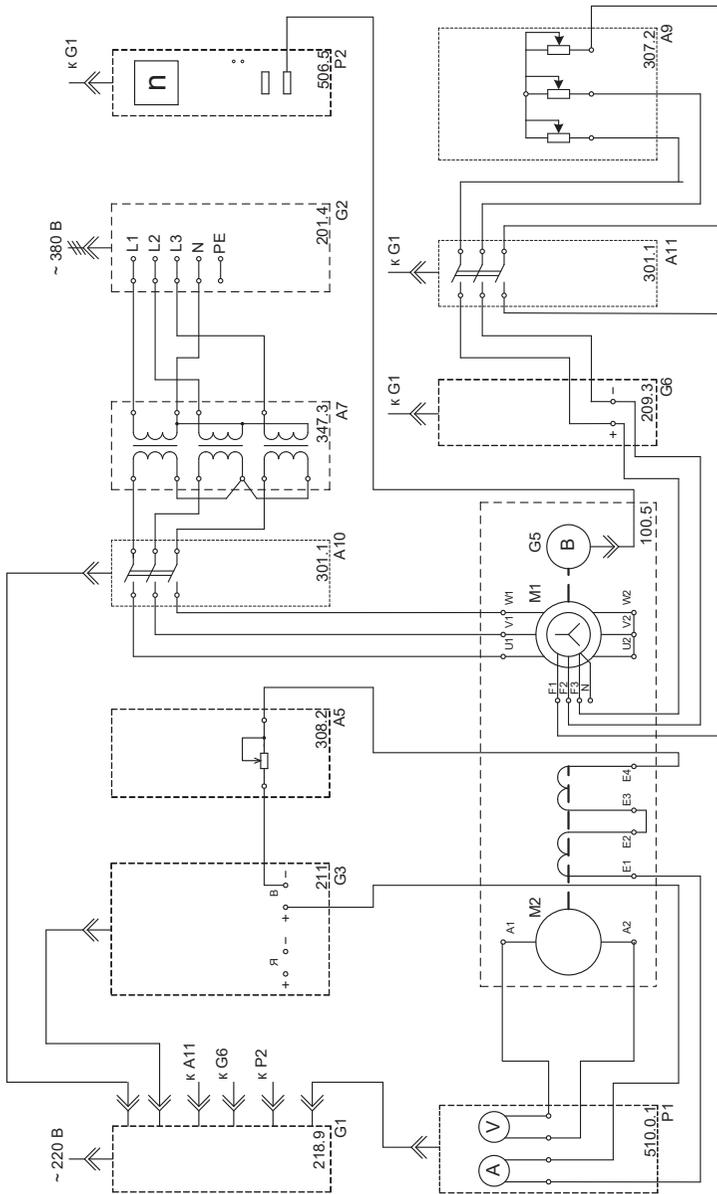

Рис. 2.1
- Соедините аппаратуру в соответствии с электрической схемой, приведенной на рис. 2.1.